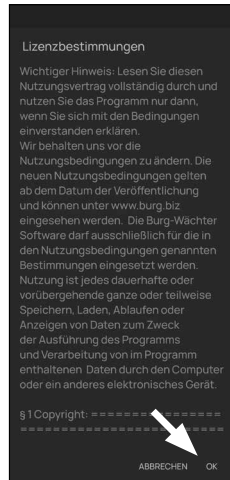

Abb. 2
- Beim ersten Öffnen der App werden Ihnen Lizenzbestimmungen für die Nutzung der App angezeigt. Lesen Sie sich diese bitte durch und bestätigen Sie sie unten rechts mit „OK“ (Abb. 2).